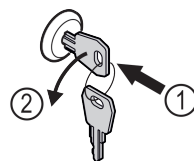

Fig. 159
- ▶ Włożyć kluczyk. Fig. 159 (1)
- ▶ Przekręcić kluczyk o 90° w lewo. Fig. 159 (2)